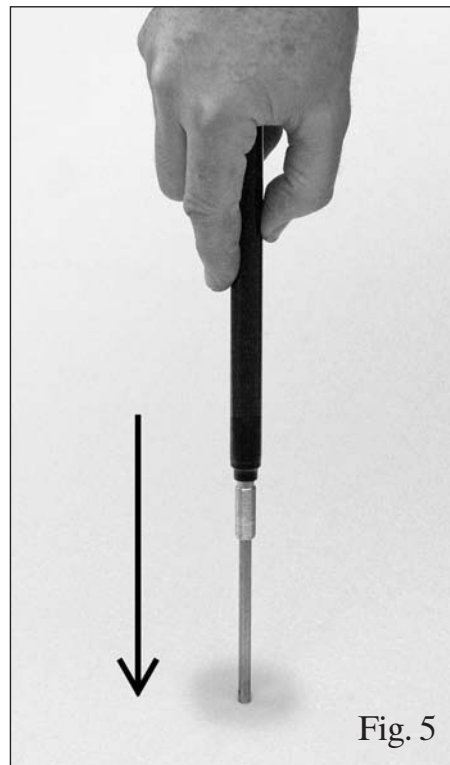

Fig. 5
10. Tryck kolvstången (3) på den nedkylda cylindern (1) in i cylindern genom att hålla den mot en bordsyta eller golvet – se fig. 5.
10. Tryk stempelstangen (3) på den afkølede cylinder (1) ind ved at holde den imod gulv eller et bord – Fig.5
10. Вдавить поршневой шток (3) в охлаждённый цилиндр (1), используя в качестве упора стол или пол, см. рис. 5.